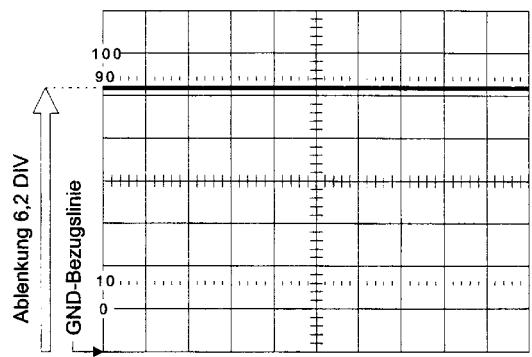

Abbildung 8.3-1
- 7.) In der **Abbildung 8.3-1** bewirkt die Gleichspannung eine Ablenkung um 6,2 Raster teilungen (DIV). Für die Berechnung der Spannung sind mehrere Parameter von Bedeutung.